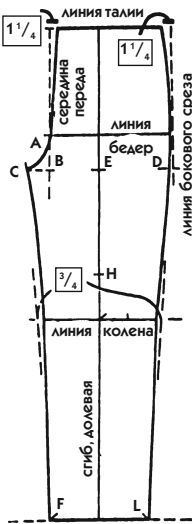

Рис. 765
Перпендикулярно этой линии на расстоянии 10 см от правого края листа проведите вертикальную линию длиной 30—40 см (см. пунктирную линию на рис. 765).
- Эту величину разделите на 4 ( $100 : 4 = 25$  см), перенесите на линию талии от линии бокового среза и проведите линию середины переда параллельно линии бокового среза (см. пунктирные линии на рис. 765).
- Через засечку В проведите горизонтальную пунктирную линию влево (см. рис. 765).
- На этом расстоянии от засечки В поставьте засечку С и соедините ее с засечкой А плавной изогнутой линией (рис. 765).
- На линии колена уменьшите эту временную ширину на 0,75 см с каждой стороны (см. рис. 765). Для обхвата бедер менее 80 см это уменьшение составит 0,5 см.
- Доведите другую линию шва до засечки D, где она пересечется с линией бокового среза (см. рис. 765).
6. **Линия направления долевой нити** расположена так же, как на передней части. Однако она не несет второй нагрузки: ведь на передней половине она одновременно указывает положение сгиба, которое надо обязательно перенести на ткань, чтобы облегчить заутюживание стрелки (см. рис. 765, надпись «сгиб, долевая»).